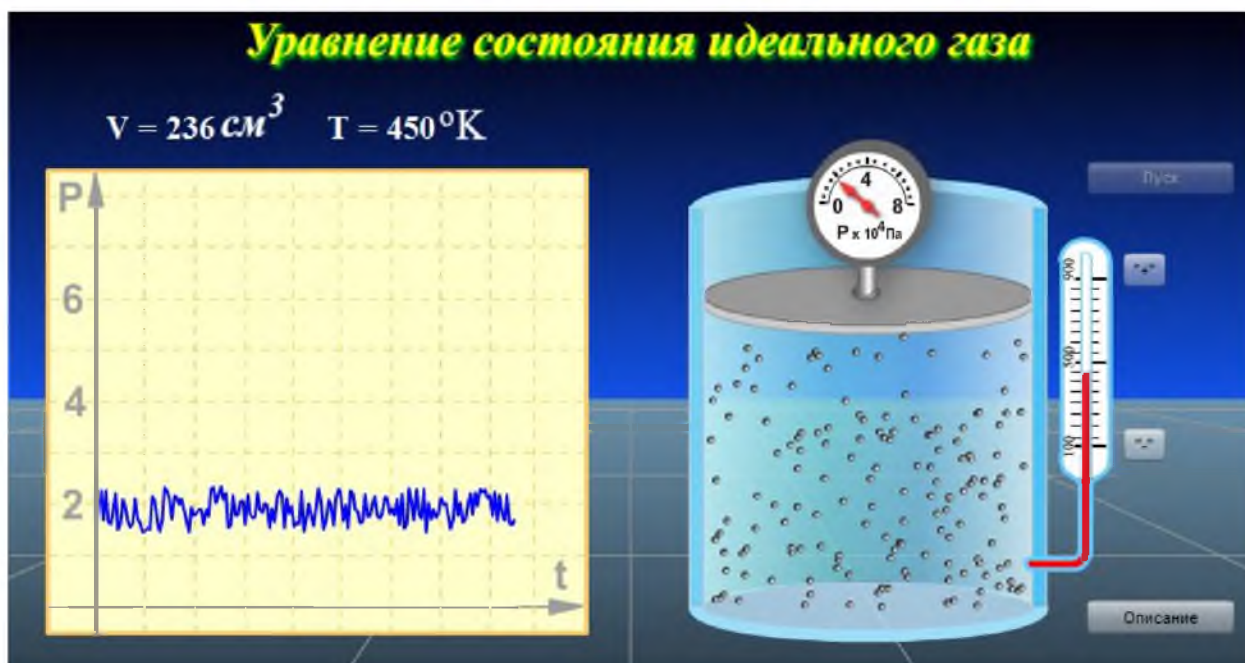

Рис. 5. Вид окна приложения
Общий вид приложения показан на рис. 5. В окне приложения представлен сосуд с перемещаемым поршнем, содержащий движущиеся частицы. Температура системы (в Кельвинах) измеряется с помощью соединённого с сосудом термометра. Температура может изменяться в сторону уменьшения и увеличения с помощью кнопок "-" и "+", расположенных справа от термометра. При нажатии кнопки "Пуск" объем сосуда заполняется движущимися частицами, имитирующими молекулы идеального газа. Столкновения многих частиц со стенками сосуда приводит к возникновению давления на его стенки. Величина давления (мгновенное значение) непрерывно регистрируется и отображается на графике в левой части окна приложения. Приложение позволяет проводить систематические исследование зависимости давления от температуры и объёма системы.
5. По результатам измерения давления в зависимости от времени, отображаемым в виде графика, определите среднее значение давления для заданных значений  $(V, T_1)$ . Например, на рис.5 среднее значения давления будет  $2 \cdot 10^4$  Па. Запишите это значение в таблицу 1 для температуры  $T_1$ .